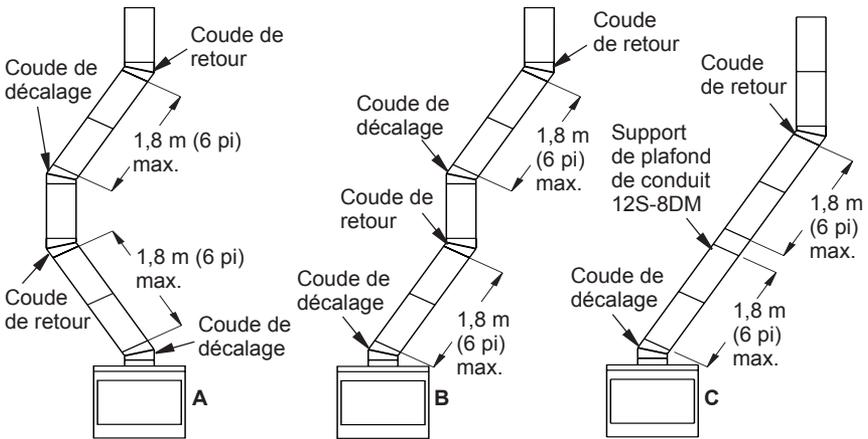

Figure 9 - Installation représentative d'un décalage
1. Afin d'obtenir le décalage voulu, vous pouvez installer toute combinaison de sections de conduit à double paroi de 30, 45, 60, 90 et 120 cm (12, 18, 24, 36 et 48 po) (voir le tableau des décalages, page 7 et la figure 9).
3. La longueur maximale du conduit entre les supports (coude de retour ou 12S-8DM) est 1,82 m (6 pi) de longueur d'angle. On peut installer un maximum de deux sections de longueur d'angle de 1,82 m (6 pi) par cheminée (voir figure 9).